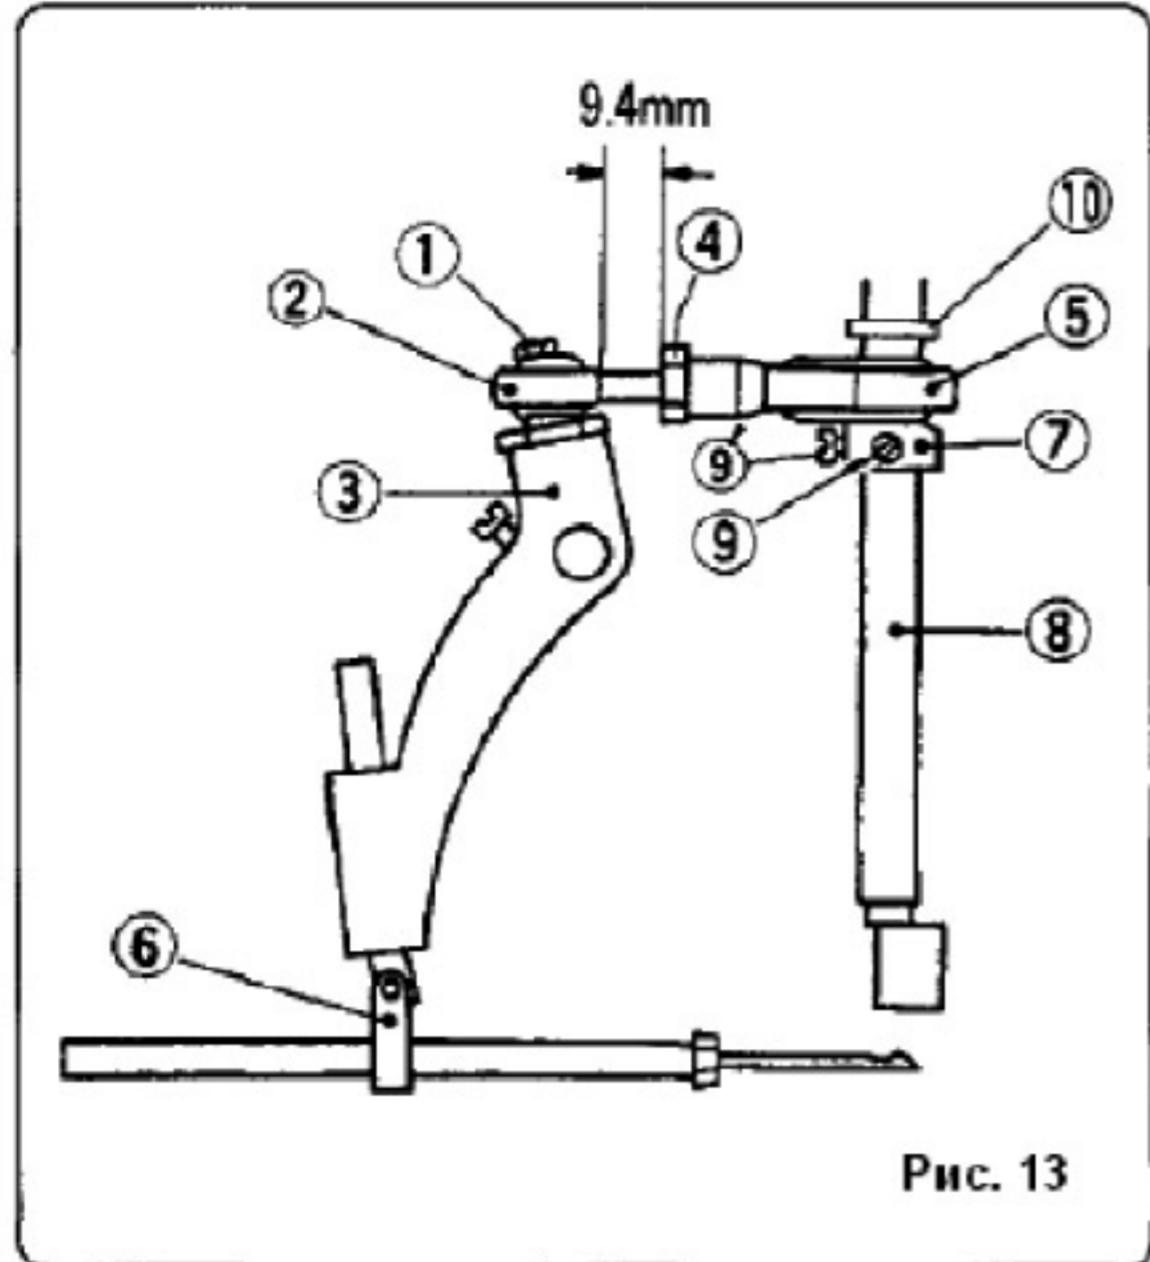
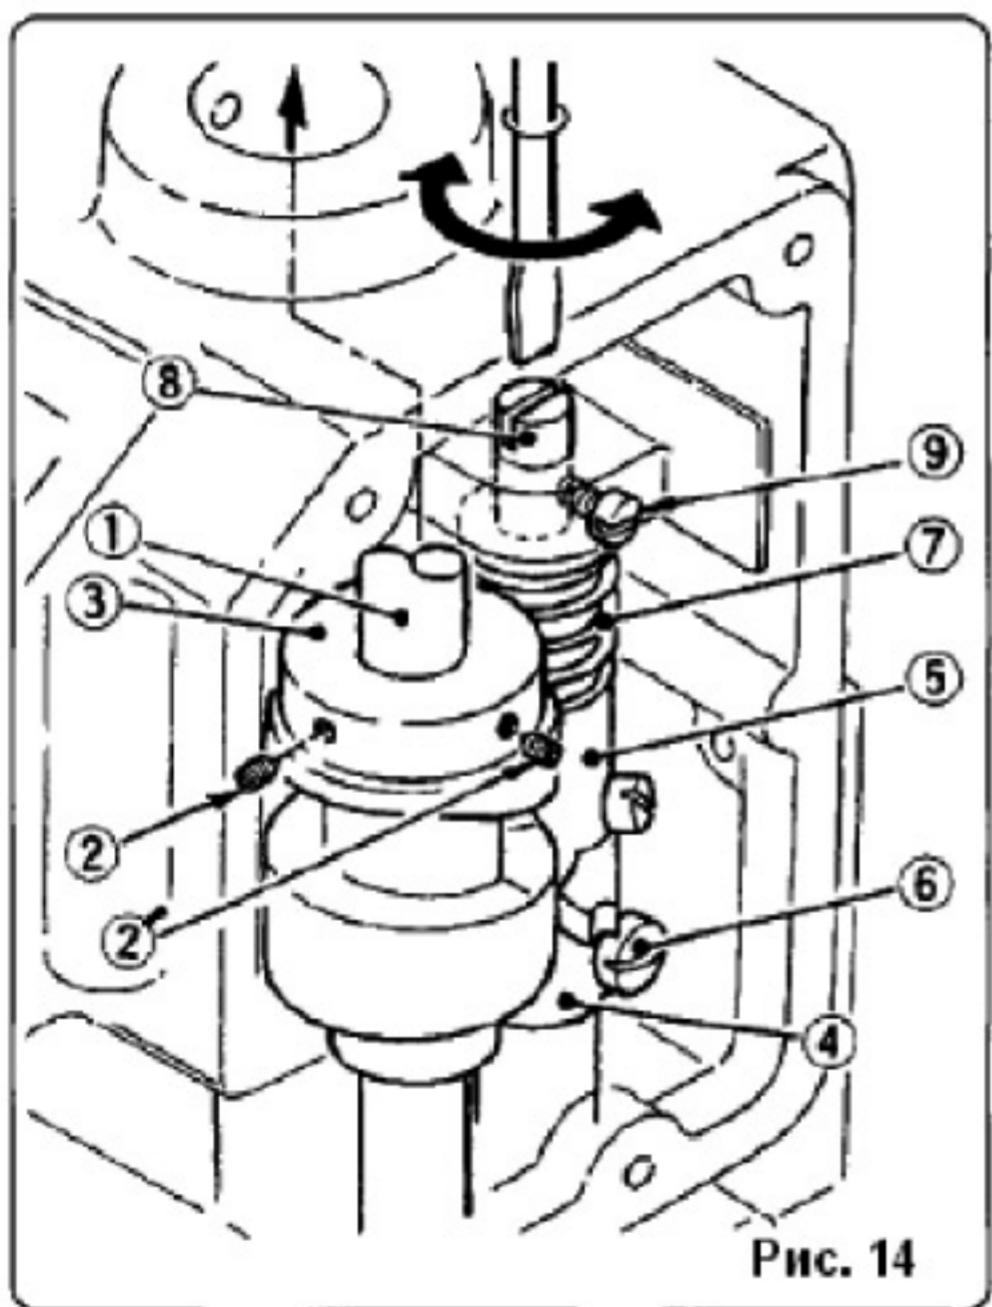

Рис. 13
Рис. 14
Положение иглы регулируется так, чтобы расстояние от кончика иглы (в наивысшем положении) до игольной пластины было 13 мм. Для этого ослабьте винт крепления игловодителя (6). См. рис. 13.
- (1) Винт 11/64S40084
- (2) Шаровая опора 6A04001
- (3) Коромысло 242051А
- (4) Гайка 1N8
- (5) Соединительное звено 242011А
- (6) Крепление игловодителя 242101А
- (7) Кулачок эксцентрика 242011
- (8) Главный вал 241102
- (9) и (9)' Винт 11/64S40001
- (10) Прокладка 241161
Регулировка кулачка привода петлителя (3). См. рис. 14
- a) Ослабьте винты (2) и (2) на конусе главного вала (1).
- b) Отрегулируйте плечо (В) (4) так, чтобы кулачок привода петлителя (3) и плечо (А) (5) двигались равномерно. После регулировки затяните винт (6).
- c) Зазор между кулачком привода петлителя (3) и плечом (5) регулируется пружиной (7). Ослабьте винт (9) и поворачивайте держатель пружины (8) для регулировки давления пружины (7). После регулировки затяните винт (9) для запора держателя пружины (8).
- (1) Главный вал 241102
- (2) и (2)' Винт 15/64S28524
- (3) Кулачок привода петлителя 243012
- (4) Плечо (В) вала привода петлителя 243081
- (5) Плечо (А) вала привода петлителя 243071
- (6) Винт 11/64S40009
- (7) Пружина 243131
Замена и регулировка шарового механизма (рис. 13).